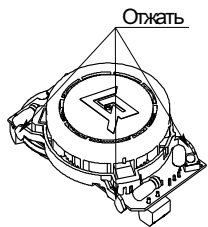

Рисунок 1
- б) отжать замки на дымовой камере (рисунок 1) и снять ее;